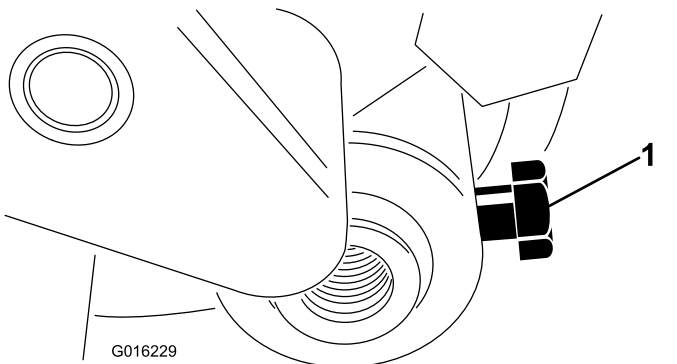

Figura 3
3. Allentate il bullone che fissa l'albero del rullo al braccio dell'altezza di taglio (Figura 3).